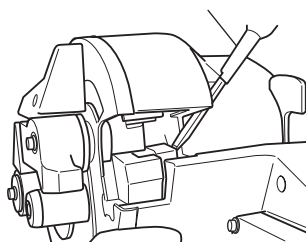

Fig. 11
- El desmontaje de la cortadora puede realizarse fácilmente si sujeta la cortadora inferior con un destornillador Phillips, tal como se muestra en la siguiente ilustración. (Fig.11)